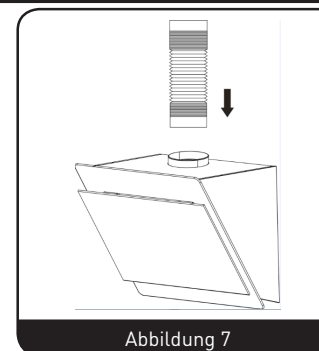

Abbildung 7
4. Setzen Sie das Kunststoffabzugsrohr auf die Dunstabzugshaube. (Abbildung 7)